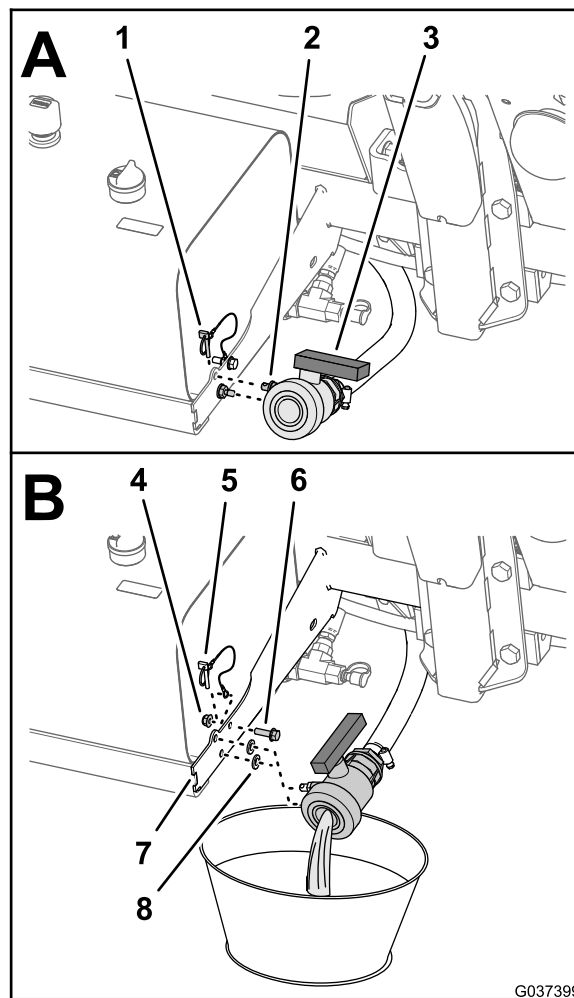

Рисунок 2
3. Слейте воду из бака опрыскивателя (Рисунок 2); см. раздел «Очистка опрыскивателя» в *Руководстве оператора* для данной машины.
4. Отверните болт с фланцевой головкой (5/16 x 1 дюйм) и фланцевую контргайку (5/16 дюйма), которые крепят тросик шплинта к опоре гидравлического бака (Рисунок 2).